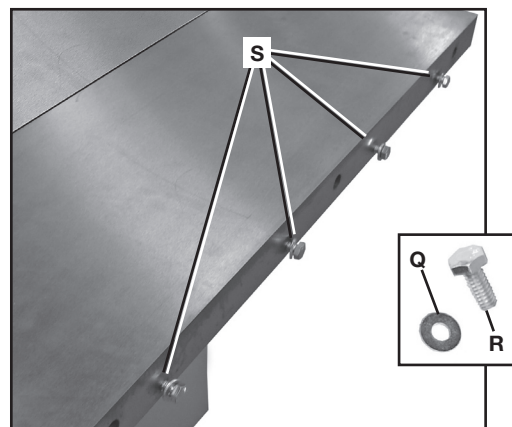
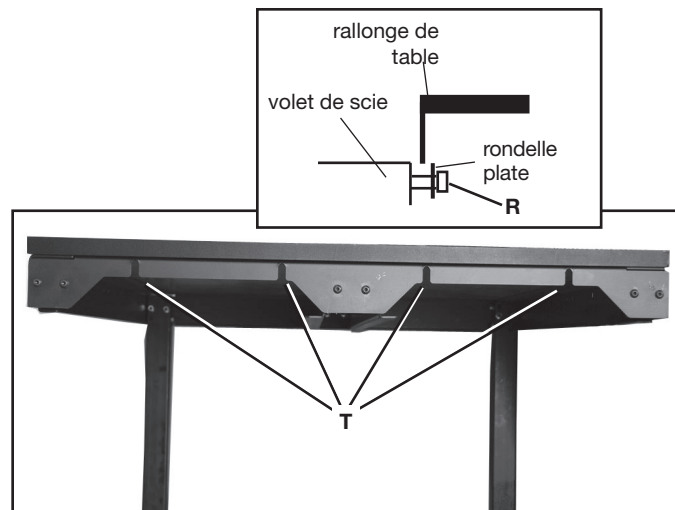
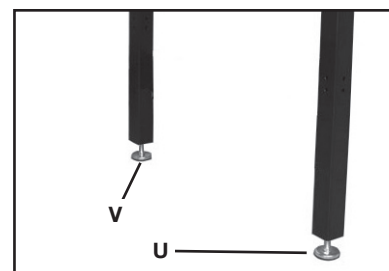

FIG. 8
FIG. 9
FIG. 10
1. Enfiler les rondelles plates de 5/16 (Q) fig. 8 sur les vis à tête hexagonale de 5/16-18 (R) et visser de quelques tours dans les trous (S) dans le volet extensible de droite.
2. En tenant la rallonge de table, aligner les quatre fentes (T) fig. 9 de la rallonge de table sur ces quatre vis (R) fig. 8.
**REMARQUE :** s'assurer que les rondelles plates se trouvent contre les têtes de vis (R) fig. 9 (encadré).
3. Avec les pieds de nivellement (U et V) fig. 10, faire en sorte que la rallonge de table est de niveau et sur le même plan que le volet extensible de droite de la scie Unisaw et serrer les quatre vis (R) fig. 8 par le dessous de la rallonge de table au moyen.